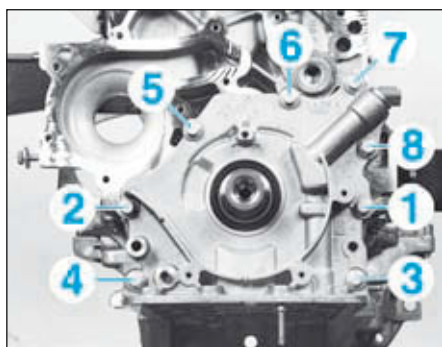

FIG.14
- Appliquer du frein filet sur les vis (11) et les serrer, dans l'ordre préconisé, au couple prescrit (Fig.14).